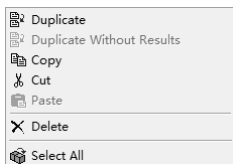

图 3-21 【Edit】菜单
(2) 【Edit】菜单 【Edit】菜单中包括对工程结果数据操作的编辑命令,如图 3-21 所示。